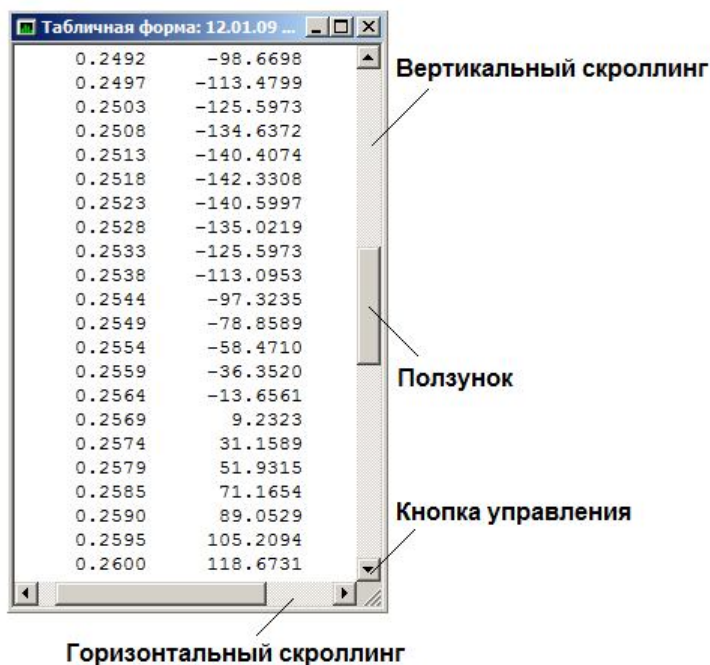

Рис. 1.3. Вертикальный и горизонтальный скроллинги
**Скроллинг** – полоса прокручивания. Это стандартный элемент управления системы Windows. Различают вертикальный и горизонтальный скроллинги (рис. 1.3). Элементами управления скроллинга является ползунок и кнопки со стрелками. Ползунок указывает на относительное положение и может отображать пропорцию видимой в окне информации относительно всего объема информации. Перемещение ползунка по полосе дает возможность пользователю прокручивать всю информацию. Прокручивать информацию в окне можно и с помощью кнопок со стрелками. В этом случае прокрутка будет осуществляться дискретно с определенным шагом. Стрелки кнопок указывают направление прокрутки. Прокрутку можно осуществлять с большим шагом дискретизации, щелкая на полосе прокрутки между ползунком и кнопкой со стрелкой.